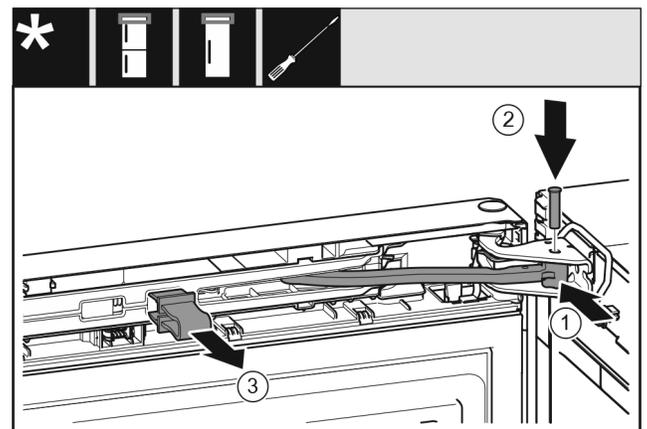

Fig. 23
- ▶ Gelenk in Lagerbock drehen. Fig. 23 (1)
- ▶ Bolzen in Lagerbock und Gelenk einsetzen. Dabei darauf achten, dass der Rastnocken korrekt in der Nut sitzt. Fig. 23 (2)
- ▶ Sicherung abnehmen. Fig. 23 (3)